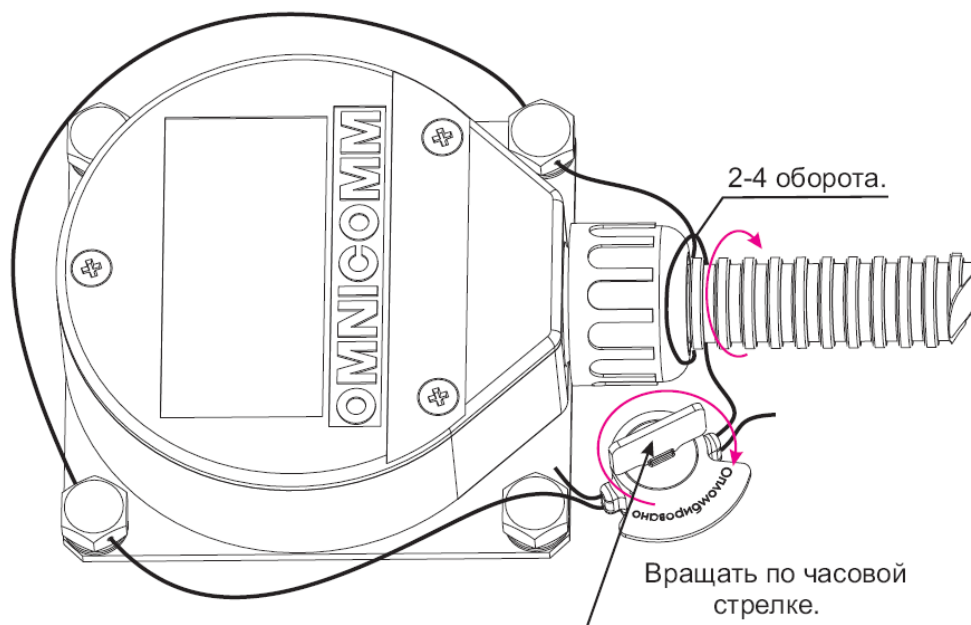

Рисунок 39
3) Запустить программу LLS Monitor. Откроется главное окно программы (Рисунок 39), в котором отображены текущие настройки подключенного изделия «Д1».
- 2) Продеть пломбировочную проволоку через отверстия в двух болтах, обмотать проволоку вокруг металлорукава, как показано на рисунке (Рисунок 39) и концы проволоки провести через отверстия пломбы.